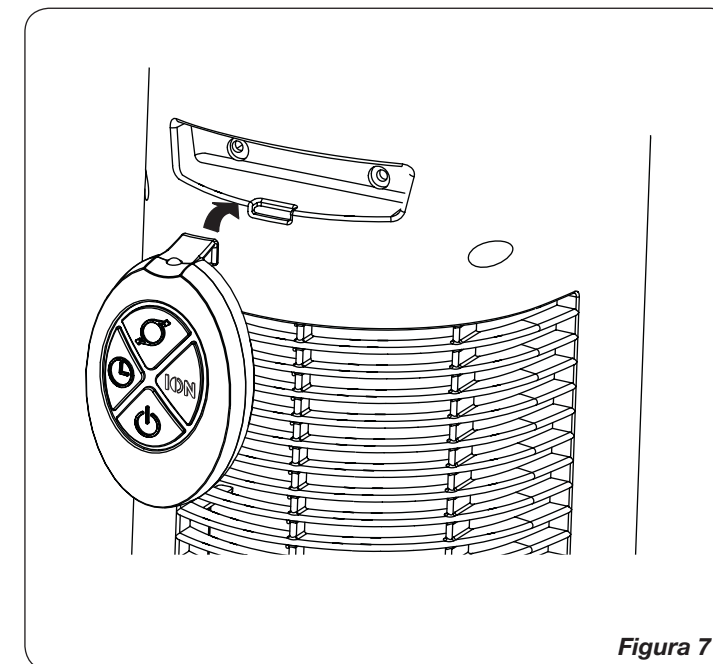

Figura 7
4. El gancho del mando a distancia se localiza en la espalda de Ventilador. (*Figura 7*)